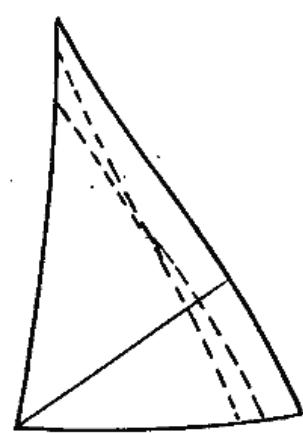

Рис. 78.
**Угол между задней и нижней шкаторинами.** Если при уменьшении стакселя этот угол остается неизменным, стаксель обрезают по передней шкаторине по желаемой форме в соответствии с нужными размерами (рис. 78).
Иногда этот угол нужно изменить. Тогда распарывают стыковой шов «елочки» и одну из отпоротых частей накладывают на другую с того или иного конца. В результате можно укоротить две шкаторины паруса, но передняя шкаторина должна быть перекроена. На рис. 79, 1, показано, как уменьшить, а на рис. 79, 2, — как увеличить этот угол по сравнению с исходным стакселем, показанным на рис. 78. Объем работы здесь большой. Изменения такого рода достаточно трудоемки